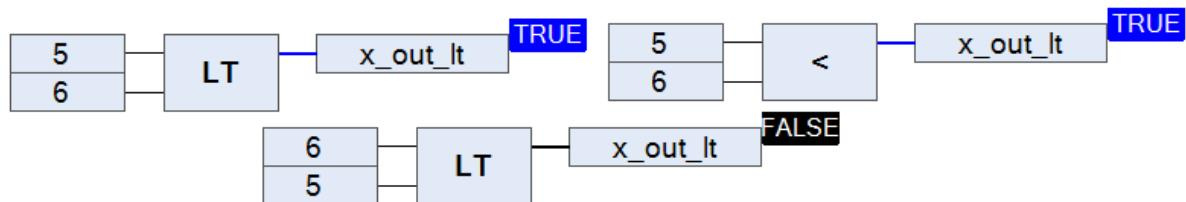

Рисунок 2.32 – Оператор сравнения «Меньше»
**Оператор сравнения «Меньше».** Оператор сравнения «Меньше» может обозначаться письменно как «LT», так и символично «<». Работает следующим образом: если значение первого входа меньше значения второго – результатом будет логическая единица, иначе – логический ноль (рис. 2.32).